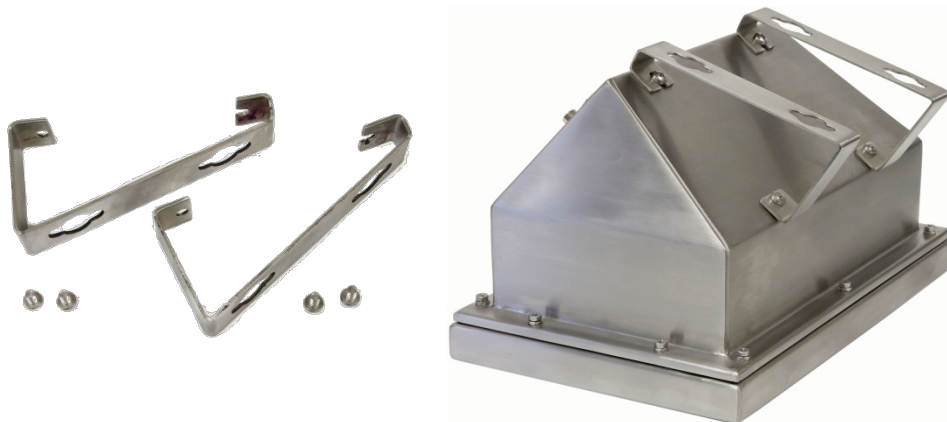

Figura 3-10: Suportes para montagem em parede (esquerda), montados no gabinete (direita)
1. Parafuse os dois suportes no fundo do gabinete usando quatro parafusos M5 fornecidos com os suportes. Os suportes devem ser fixados como se indica na Figura 3-10.